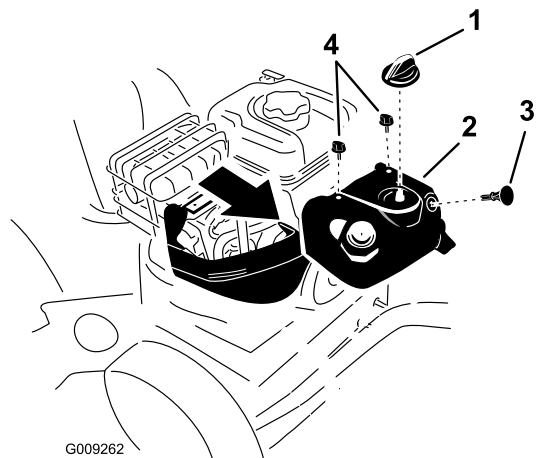

Figure 36
Remarque: Vous devez retirer le capot anti-neige supérieur pour accéder à la bougie d'allumage (Figure 36).
1. Enlevez la commande de starter et la clé de contact (Figure 36).
2. Enlevez les 2 vis qui fixent le capot anti-neige à la machine (Figure 36).